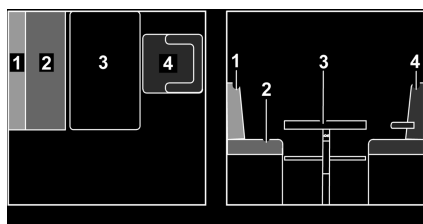
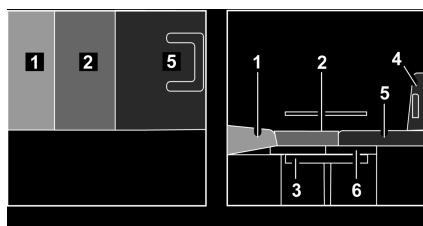
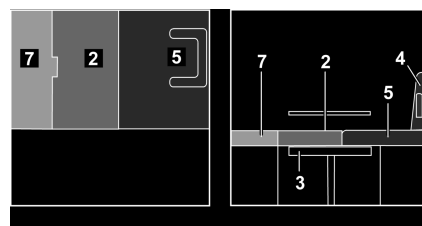

Fig. 117 Avant la transformation
Fig. 118 Après la transformation (variante 1)
Fig. 119 Après la transformation (variante 2)
- Tourner le siège conducteur (Fig. 117,4) et le pousser complètement vers l'avant.
- Convertir la table (Fig. 117,3) en sommier de lit (voir paragraphe 7.7).
- Si le véhicule possède un support pour lit de secours (Fig. 118,6), retirer le coussin de dossier (Fig. 117,1) et celui d'assise (Fig. 117,2) et les mettre de côté.
- Suivant le modèle, poser le support pour lit de secours livré en série (Fig. 118,6) sur la table. Placer le bord avant du support pour lit de secours directement contre le siège conducteur ou le montant de la cabine de conduite.
- Placer le coussin supplémentaire (Fig. 118,5) sur le siège conducteur.
- Placer le coussin d'assise (Fig. 118,2) sur la table.
- Placer le coussin de dossier (Fig. 118,1) entre le coussin d'assise et la paroi arrière. Observer la forme deltoïde.
- Placer le coussin supplémentaire (Fig. 119,5) sur le siège conducteur.
- Placer le coussin d'assise (Fig. 119,2) sur la table.
- Placer le coussin supplémentaire (Fig. 119,7) entre le coussin d'assise et la paroi arrière.
- Repousser le siège conducteur (Fig. 118,4 ou Fig. 119,4) vers l'arrière.